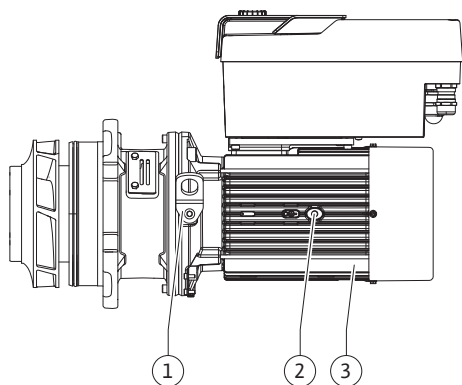

Fig. 112: Unidade de impulsor motor
- Introduzir a unidade de impulsor motor (ver Fig. 112) no corpo da bomba, na posição anterior ou noutro ângulo pretendido. Respeitar aqui as posições de instalação autorizadas dos componentes (ver capítulo «Posições de instalação autorizadas e alteração da disposição dos componentes antes da instalação» [► 28]).
- Recomenda-se a utilização das cavilhas de montagem (ver capítulo «Acessórios» [► 23]). Depois de a guia da lanterna engrenar perceptivelmente (cerca de 15 mm antes da posição final), já não existe perigo de basculamento ou de encravamento. Após a fixação da unidade de impulsor motor com, pelo menos, um parafuso (Fig. I/III, pos. 10, ou Fig. III/IV, pos. 29), os meios de fixação podem ser removidos dos olhais de transporte.
- Enroscar os parafusos (Fig. I/III, pos. 10, ou Fig. III/IV, pos. 29), mas ainda não apertá-los definitivamente. Ao enroscar os parafusos, a unidade de impulsor motor é puxada para dentro do corpo da bomba.